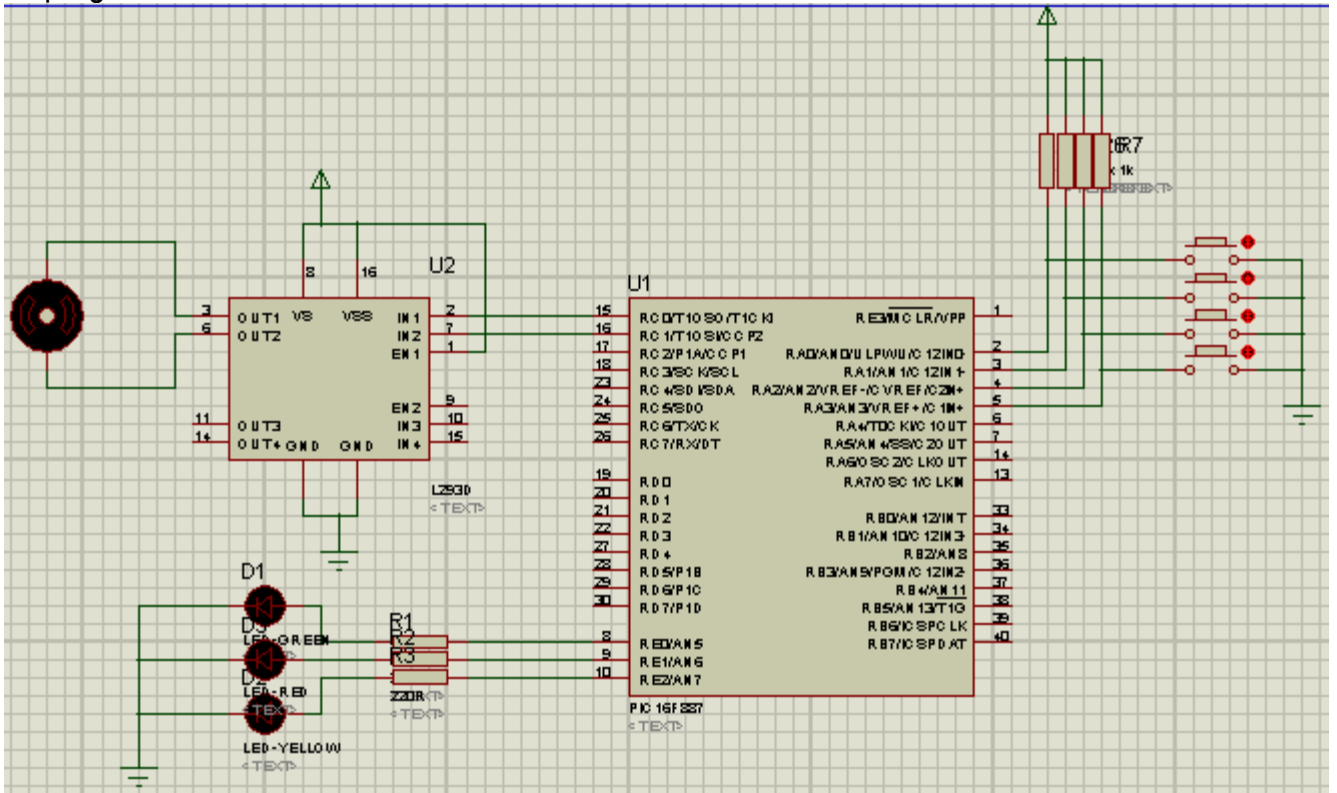

Figura 9.1
- **Implemente un archivo ASM, compílelo con ayuda de MPLAB y posteriormente grabarlo en el circuito de la figura 9.1, para observar su funcionamiento.**